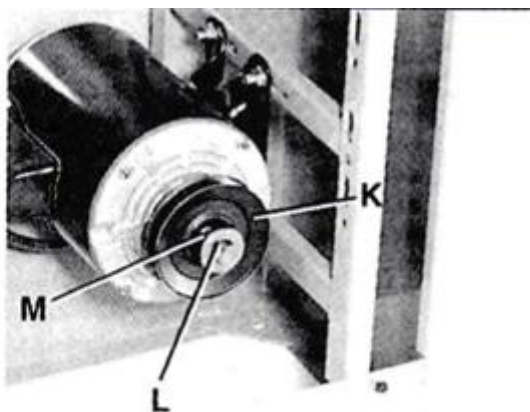

Рис. 6 Установка шкива двигателя
Установите шкив двигателя (K) – Рис. 6 на вал двигателя таким образом, чтобы ступица шкива была снаружи. Убедитесь, что шпонка (L) вставлена в отверстие шкива и вал двигателя, затем затяните установочный винт (M) с помощью поставляемого в комплекте ключа (не представлен на Рисунке).